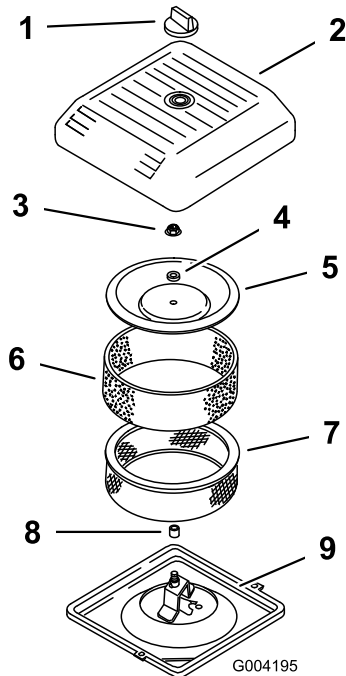

Figure 147
1. Glissez délicatement le préfiltre en mousse sur l'élément en papier (Figure 147).